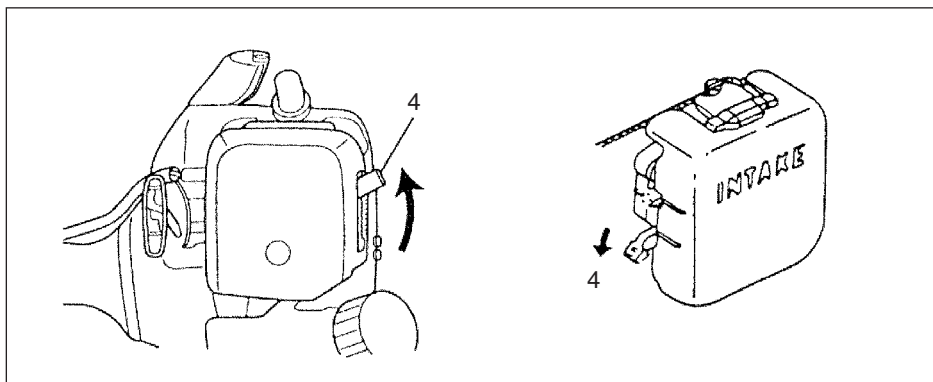

Fig. 2-3
3. Sett chokehendelen til CLOSED (lukket) posisjon (4) (fig. 2-3)